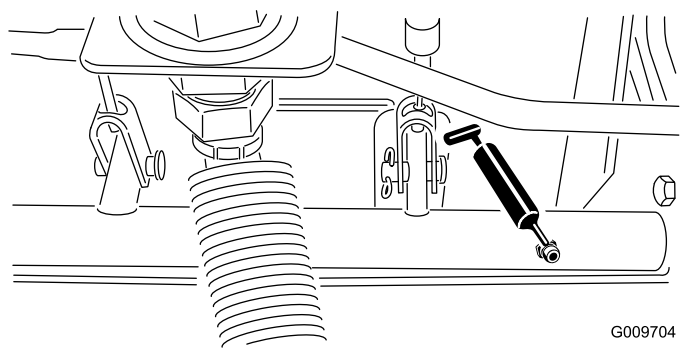

Figura 23
- Cuscinetti orientabili (5) dell'albero del freno (Figura 23)